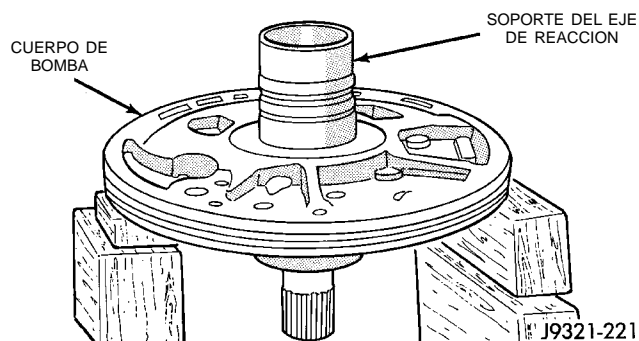

Fig. 161 Ensamblaje del soporte del eje de reacción y el cuerpo de bomba
(8) Instale el soporte del eje de reacción en el cuerpo de bomba (Fig. 161).
(9) Alinee el soporte de reacción en el cuerpo de bomba. Use las marcas de alineación que se hicieron en los procedimientos de desensamblaje. O bien, haga girar el soporte hasta que todos los agujeros para pernos en el soporte y el cuerpo de bomba estén alineados (los agujeros tienen un decalaje para un encaje unidireccional).